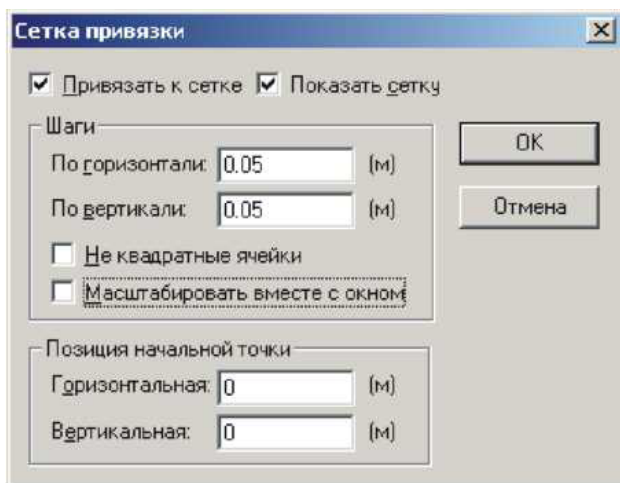

Рис. 32. Диалог настройки параметров сетки
2. Разместив указатель мышки над полем редактора, запустить контекстную команду «Сетка привязки». На экран будет выведен диалог, показанный на рис. 32.